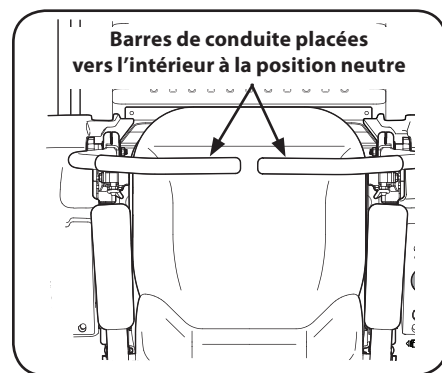

Figure 3-1
2. Poussez les deux barres de conduite vers l'intérieur à la position neutre. Voir Figure 3-1.